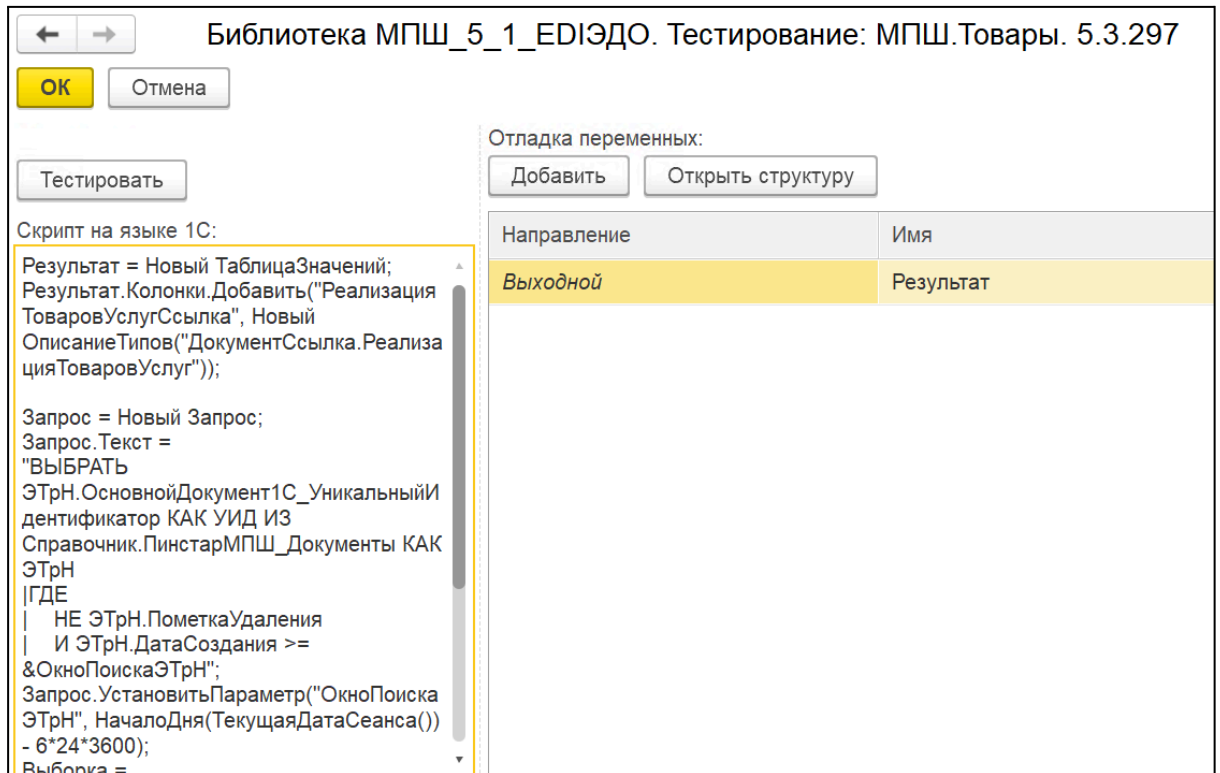

Рис. 57. Пример скрипта на отправленные ЭТрН
12. Нажмите на ссылку «Создать скрипт» и введите скрипт (рис. 57):